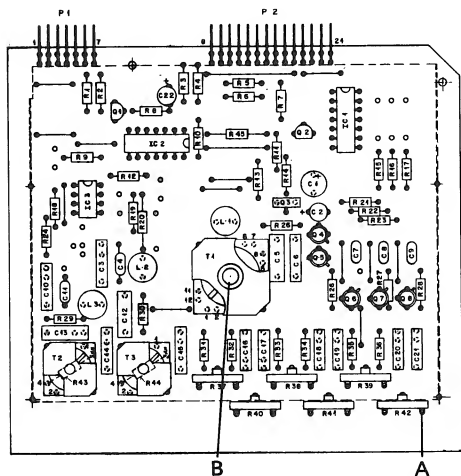

Fig. 5.6
- Digitalzähler an Punkt A (Fig. 5.6) anschliessen.
- Die Frequenz muss 105 kHz \pm 1 kHz betragen. Falls die Abweichung grösser ist, kann dies mit dem Spulenkern von T1 (Fig. 5.6, Punkt B) korrigiert werden.
- Connect digital counter to point A (Fig. 5.6).
- The frequency must measure 105 kHz \pm 1 kHz. If the deviation is larger, this can be corrected with the trimmer slug of T1 (Fig. 5.6, point B).
- Raccordez le fréquencemètre digital au point A (fig. 5.6).
- La fréquence doit être de 105 kHz \pm 1 kHz. Si l'écart est plus grand, il peut être corrigé en agissant sur le noyau de T1 (fig. 5.6 point B).